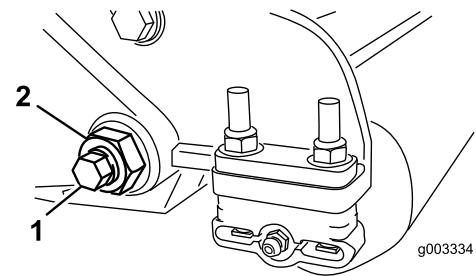
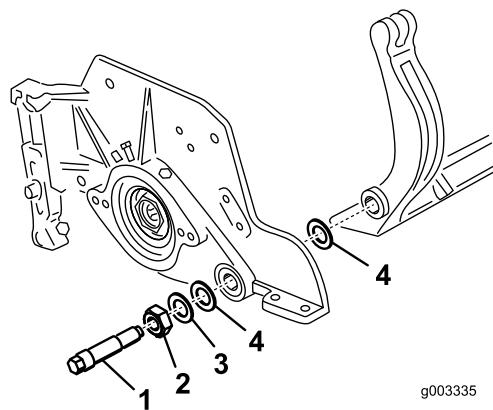
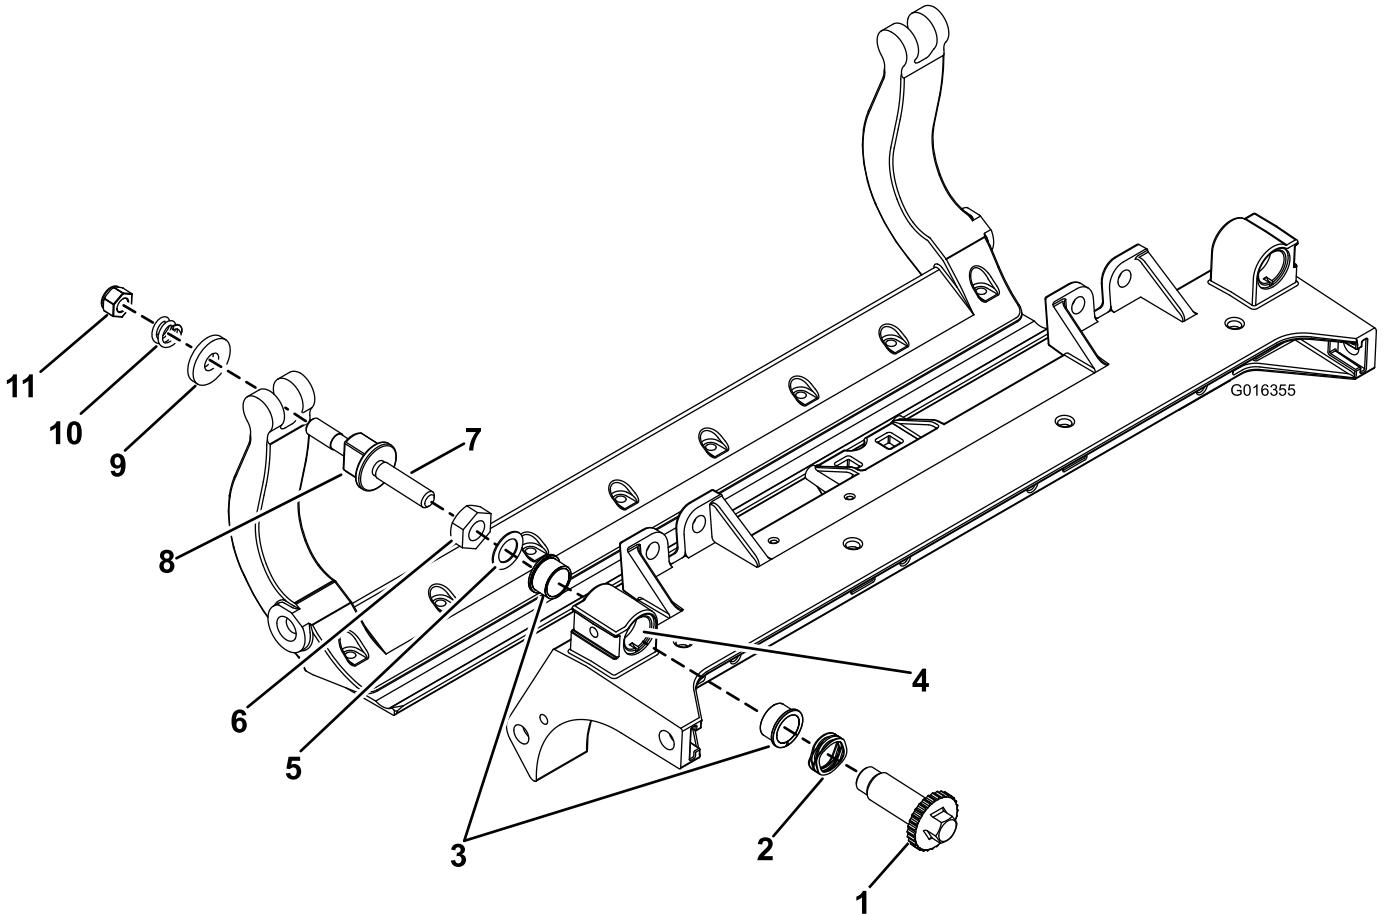

Bild 27
Bild 28
Bild 30
- Lösen Sie an jeder Seite der Maschine die Klemmmutter, mit der die Schraube des Untermesserträgers befestigt ist (Bild 27).
- Nehmen Sie jede Schraube des Untermesserträgers ab, damit der Untermesserträger nach unten gezogen und von der Maschine entfernt werden kann (Bild 27). Bewahren Sie die beiden Nylonscheiben und die beiden Scheiben aus gestanzten Stahl an jedem Ende des Untermessers auf (Bild 28).
- Befestigen Sie den Untermesserträger mit den Untermesserträgerschrauben (Muttern an den Schrauben) und den sechs Scheiben an jeder Seitenplatte. Legen Sie eine Nylonscheibe an jede Seite des Seitenplattenansatzes. Legen Sie eine Stahlscheibe außen auf jede Nylonscheibe (Bild 28). Ziehen Sie die Schrauben mit 37 bis 45 Nm an. Ziehen Sie die Sicherungsmuttern an, bis sich die Stahlscheibe außen nicht mehr dreht und kein Spiel am Ende vorhanden ist, ziehen Sie jedoch nicht zu
9. Befestigen Sie den Untermesserträger mit den Untermesserträgerschrauben (Muttern an den Schrauben) und den sechs Scheiben an jeder Seitenplatte. Legen Sie eine Nylonscheibe an jede Seite des Seitenplattenansatzes. Legen Sie eine Stahlscheibe außen auf jede Nylonscheibe (Bild 30). Ziehen Sie die Schrauben mit 37 bis 45 Nm an. Ziehen Sie die Sicherungsmuttern an, bis sich die Stahlscheibe außen nicht mehr dreht und kein Spiel am Ende vorhanden ist, ziehen Sie jedoch nicht zu stark an oder verbiegen Sie die Seitenplatten. Die Scheiben innen können einen Abstand aufweisen (Bild 28).
1. Entfernen Sie alle Teile (siehe *Installationanleitung* für das HD-DPA-Kit Modellnr. 120-7230 und auch Bild 30).
2. Tragen Sie ein Mittel zur Vermeidung des Festfressens innen im Büchsenbereich am mittleren Mähwerkrahmen auf (Bild 30).
3. Fluchten Sie die Keile an den Flanschbüchsen mit den Schlitten im Rahmen aus und setzen Sie die Büchsen ein (Bild 30).
4. Legen Sie eine Wellenscheibe auf die Einstellerwelle und schieben Sie die Welle auf die Flanschbüchsen im Mähwerkrahmen (Bild 30).
5. Befestigen Sie die Einstellerwelle mit einer Flachscheibe und einer Sicherungsmutter (Bild 30). Ziehen Sie die Sicherungsmutter mit 20 bis 27 N·m.